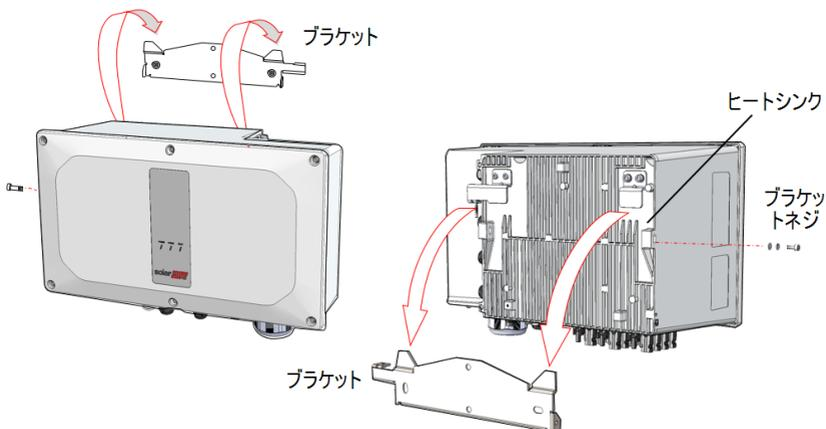

図 14: シナジーマネージャーをはめ込む
- 筐体にある2つの表示を、ブラケットの2つの三角形の取り付けタブに合わせて、ユニットがブラケットに均等になるまで下げます(図 14参照)。